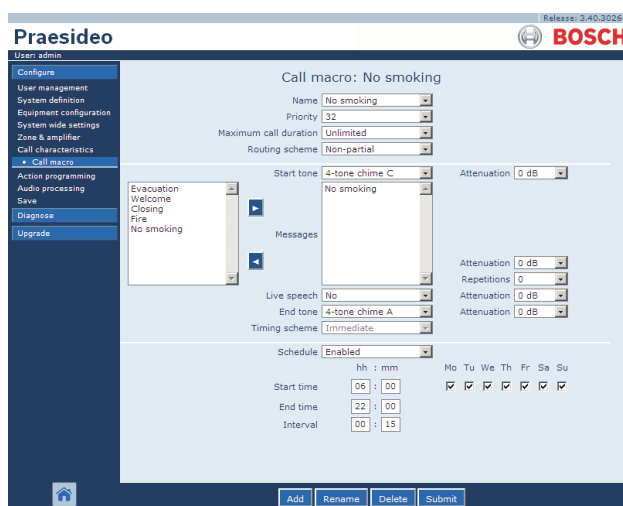

figure 47.2 : Ajout d'une macro d'appel, étape 1
- 1 Allez à *Configure > Call characteristics > Call macro*. Un écran semblable à celui de la figure 47.2 s'affiche dans le cadre principal de l'interface Web.